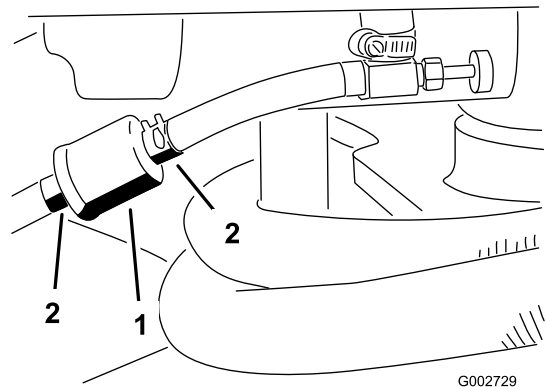

Figura 28
- Cierre la válvula de cierre de combustible, afloje la abrazadera en el lado del carburador del filtro y retire el filtro el tubo de combustible (Figura 28).